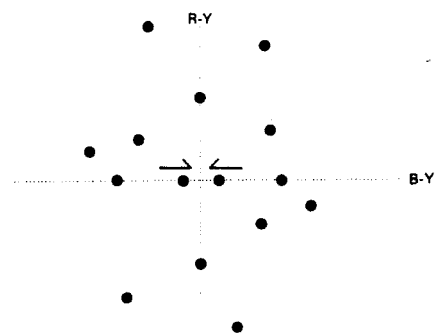

Abb. 7. Vektorgramm des Testbildes
- (1) Stellen sie ein Testbild mit Gitter muster ein.
- (2) AFT einschalten und sicherstellen, daß die AFT arbeitet.
- (3) "Normal" Taste drücken.
- (4) Ein Oszilliskop in den X-Y Betrieb bringen und TP46B mit dem horizontalen Eingang(X), und TP46R mit dem vertikalen Eingang(Y) verbinden.
- (5) L603, TRANS DL Ausgang so einstellen, daß die außenliegenden Doppelpunkte übereinander geschrieben werden.
- (6) VR601, LEVEL-ADJ so einstellen, daß die Punkte auf der X-Achse zusammenlaufen. (siehe Abb. 7).